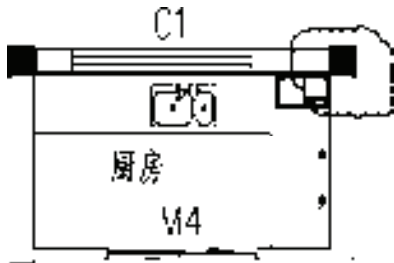

图 10-85 以“任意绘制”方式绘制
- ▶ “任意绘制”按钮。单击该按钮，即可通过分别指定云线的起点和终点来绘制云线，结果如图 10-85 所示。